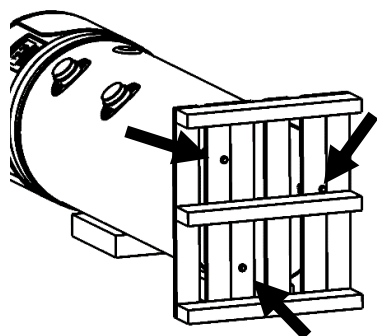

Fig. 2b;
- Slăbiți cele trei șuruburi, prin care pompa de căldură este prinsă de paletul de transport – fig. 2b;